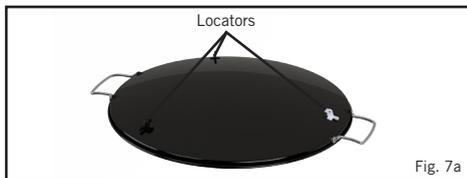

Fig. 7a
- Coloque la bandeja de la hornalla (F) en el eje y estructura del trípode.
- Para preparar el Skottel Braai para su uso, coloque en la bandeja de la hornalla (F) para que los tres localizadores (V) (Fig. 7a) se acoplen correctamente con el borde de la circunferencia de la bandeja de la hornalla (F) asegurando una colocación estable.